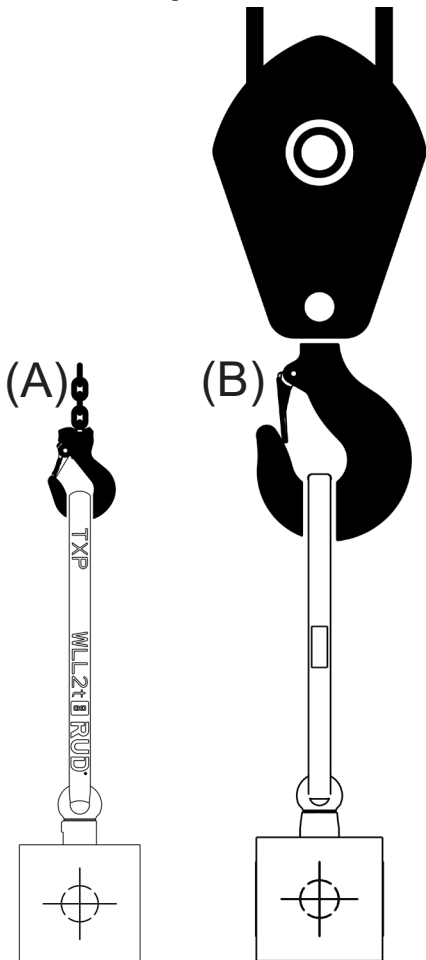

Abb. 1: Beispielhafte Anwendungen:
- Hängen Sie die TXP-Rundschlinge immer direkt in das Anschlagmittel oder den Kranhaken ein (Abb. 1).